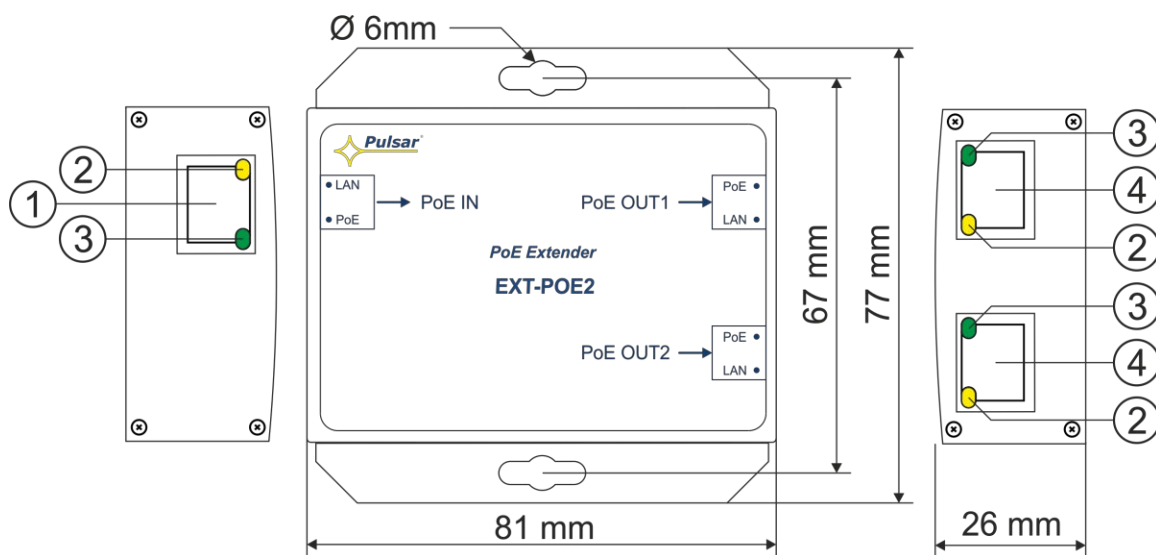

Fig. 2. Vista dell'extender.
Tabella 1. (Vedi fig. 2)
N. elemento (Fig. 2)	Descrizione